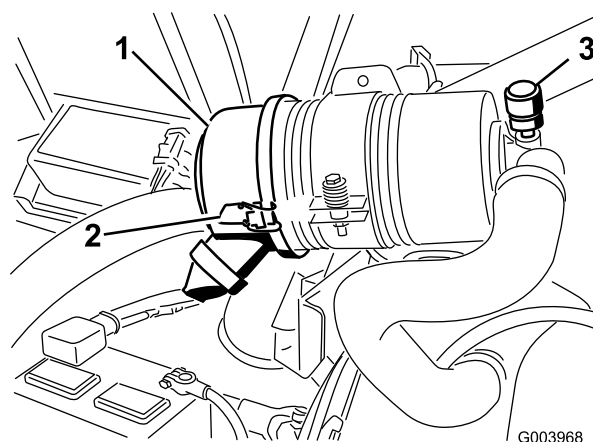

Figure 54
Faites l'entretien du filtre à air uniquement quand l'indicateur de colmatage (Figure 54) indique que cela est nécessaire. Changer le filtre à air prématurément ne fait qu'accroître le risque de contamination du moteur par des impuretés quand le filtre est déposé.
1. Desserrez les attaches qui fixent le couvercle sur le boîtier du filtre à air (Figure 54).